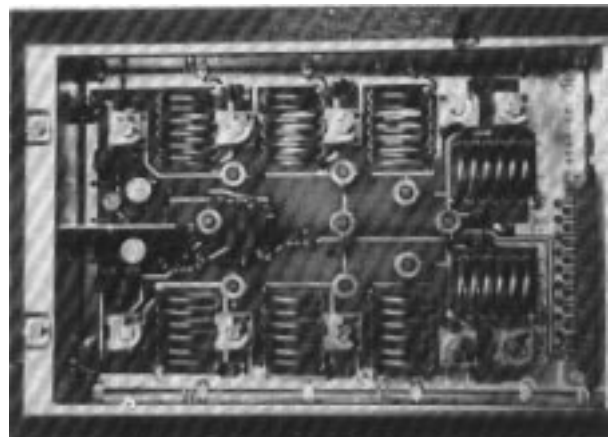

Bild 4: kommerzielles Restseitenbandfilter
tenbandverfahren. Da der Empfänger mit dem größten Teil des unteren Seitenbandes nicht anfangen kann, ist die Übertragung eines derart breiten Signales absolut sinnlos. In ATV-Sendern ist daher ein Restseitenbandfilter nach CCIR-Standard B/G ein absolutes Muß. Geeignete Filter wurden in (2) und (3) veröffentlicht. Diese Filter wurden mit Amateurfunkmitteln realisiert und erforderten umfangreiche Berechnungen. Zum Abgleich beider Filter ist ein Wobbler erforderlich. Dies belegt zum wiederholten Mal den technisch seriösen Charakter der Amateurfunk-Betriebsart ATV. Einige wenige hatten Zugriff zu einem kommerziell gefertigten Restseitenbandfilter für den Frequenzbereich 38 MHz **Bild 4**.